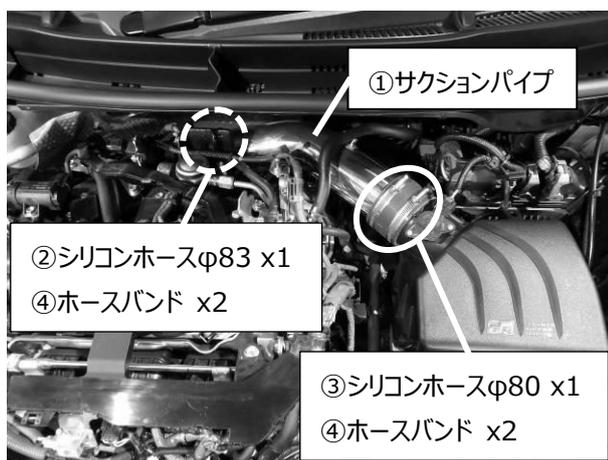
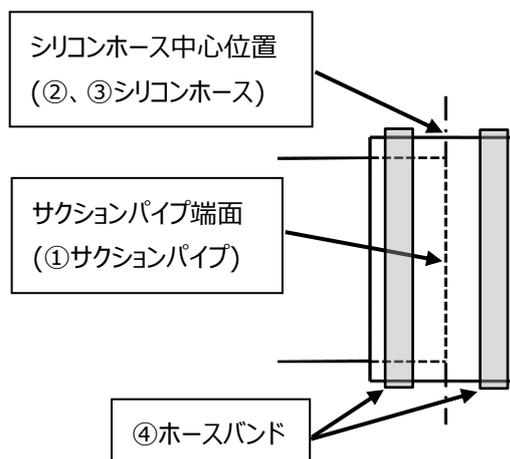

図 3
図 4
- 1) 付属の②及び③シリコンホースと④ホースバンドを使用し、①サクシヨンパイプを仮合わせして下さい。(図 3)
②シリコンホースφ83 はスロットルボディ側、③シリコンホースφ80 はエアクリーナー側に取り付けて下さい。
②及び③シリコンホースは、サクシヨンパイプ端面にシリコンホースの中心位置を合わせて取り付けして下さい。(図 4)
サクシヨンパイプ及びシリコンホースが脱落する恐れがありますので図 4 に従って組付けて下さい。